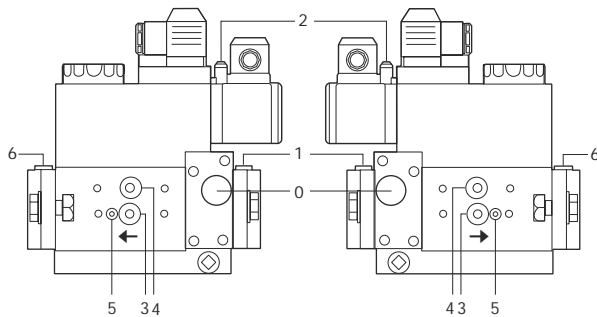

Fig. 22
- Limpie y controle de los filtros de las valvulas de gas (Fig. 22 y siguientes)